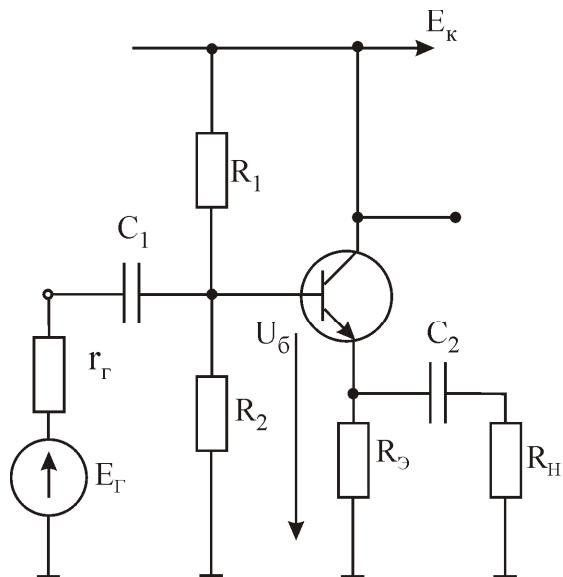

Рис.1.3. Эмиттерный повторитель
7. При наличии резистора R_b в цепи эмиттера (рис. 1.3) ток I_k в цепи коллектора определяется напряжением базы U_b и не зависит от сопротивления R_k (в активном режиме!):
Напряжение на выходе повторяет входной сигнал за вычетом $U_{\text{бз}} = 0,7 \text{ В}$ - отсюда название “повторитель”. Транзистор включен по схеме с общим коллектором (рис. 1.3).